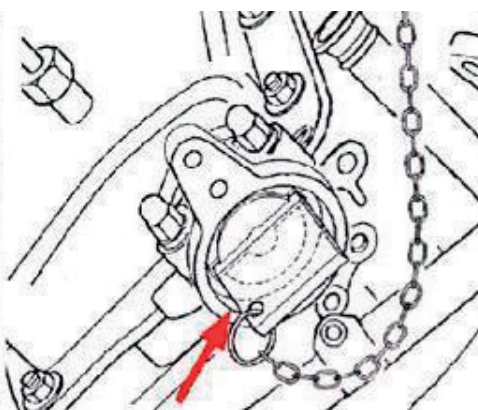

FIG. 5
- 3) Door zowel het nokkenasafschermplaatje als de vacuümpomp aan de achterkant van de cilinderkoppen te verwijderen, kunt u de nokkenasafstelplaten (GAT4451) in de sleuven achter op elke nokkenas plaatsen (fig. 5). Deze zijn voorzien van kettingen, die worden vastgemaakt aan een geschikt motoronderdeel, zodat ze niet kunnen vallen.